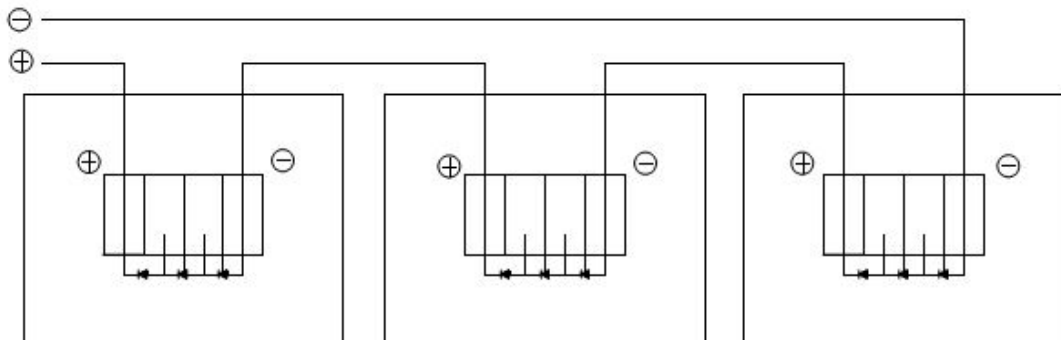

图4串联增加电压
- 2) 为了确保系统的正常运行，在将组件连接到电池或者其他组件时，请注意观察电缆线的极性（图4和5）。如果连接不正确，旁路二极管可能会损坏。
- 4) 组件串联连接电压累加。从一块组件的正极接线端连接到下一块组件的负极接线端。图4显示的是组件串联连接。